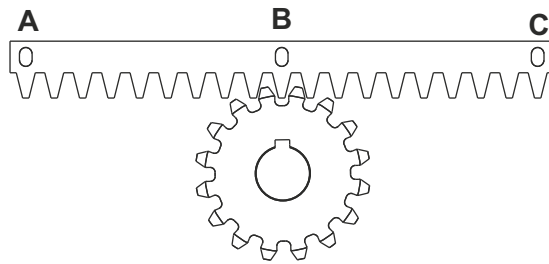
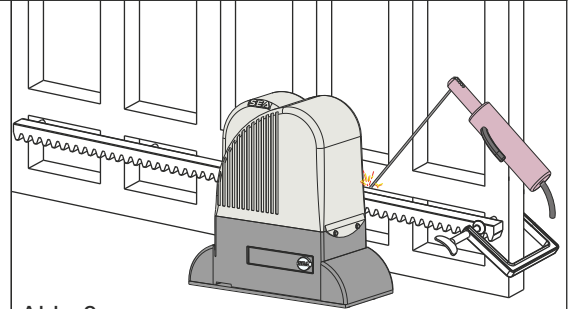

Abb. 7
Abb. 8
5.3. Das Zahnstangenelement parallel zur Bodenschiene des Tores, auf das Ritzel des Antriebs legen, siehe Abb. 7, ausrichten und den mittleren Stift **B** an die Torstruktur festschweißen (Abb. 8)